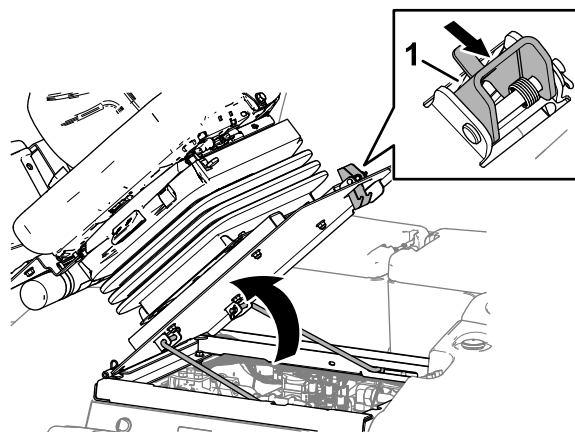

Figura 107
1. Deplasai elementul de fixare a scaunului spre exterior (Figura 107).